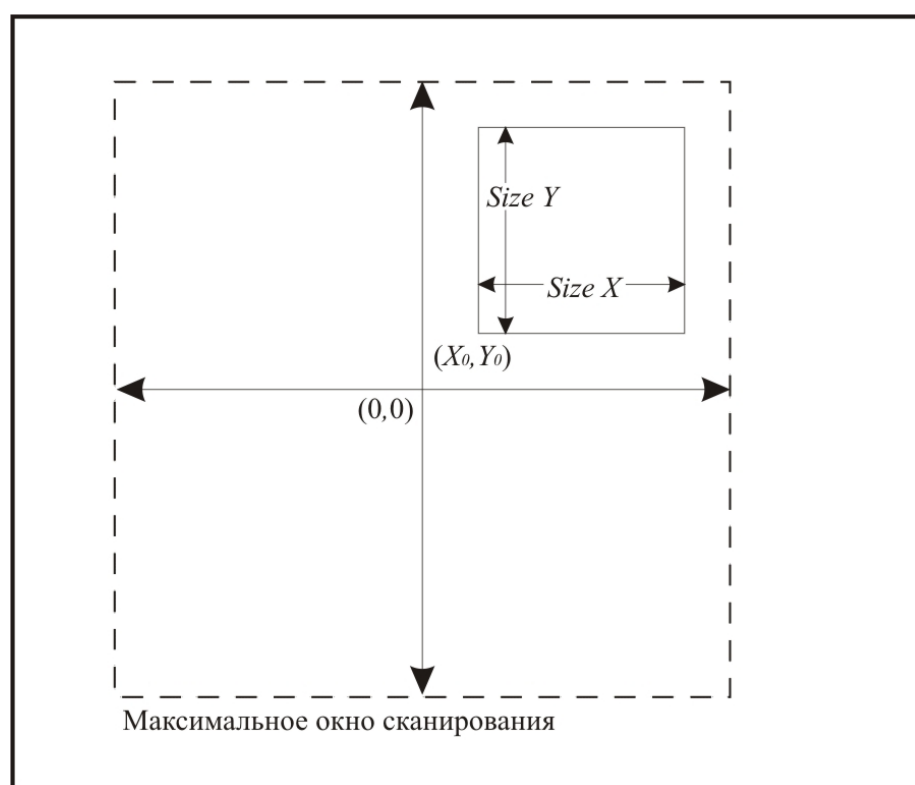

Рис. 2.12. Размеры окна сканирования.
- X_0 , Y_0 , Ширина, Высота — координаты нижнего левого угла окна сканирования и его размеры (рис. 2.12). Размеры и позицию можно менять во время сканирования, изменения будут произведены на ходу. При изменении этих параметров размеры окна имеют больший приоритет, и в том случае, когда размеры задаются довольно большими, координаты нижнего левого угла автоматически уменьшаются. Ширина всегда соответствует горизонтальному размеру окна, а Высота вертикальному, независимо от выбора быстрой оси сканирования. При изменении ширины меняется одновременно и высота, чтобы величина шага по горизонтали и по вертикали оставалась постоянной. По этой же причине при изменении высоты меняется число строк в изображении.